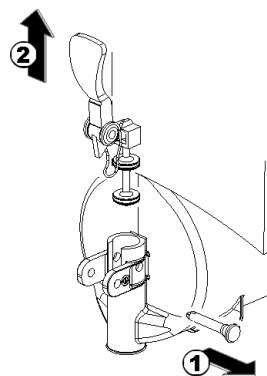

figura 10
5 Disassemblare il rubinetto con la sequenza indicata (vedere figura 10).
- 3 Riassemblare il rubinetto sul contenitore con sequenza inversa rispetto a quanto fatto per lo smontaggio (vedere figura 10).